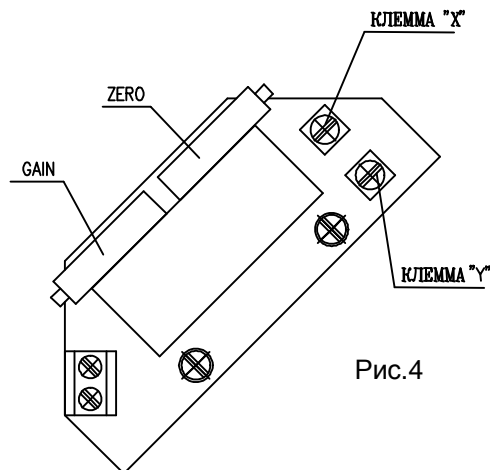

Рис.4
4.4.1 EPV - 2-проводниковое включение (рис.4)
Установите датчик сопротивления на основании инструкций в предыдущей главе так, что величину сопротивления измеряйте на клеммах X-Y (рис.4). (употреблен датчик с сопротивлением 100Ω).
Поворачиванием устанавливающего триммера ZERO (рис.4) установите величину выходного сигнала тока, измеряемого на клеммах 81-82, на величину 4 мА.
Поворачиванием устанавливающего триммера GAIN (рис.4) установите величину выходного сигнала тока, измеряемого на клеммах 81-82, на величину 20 мА.